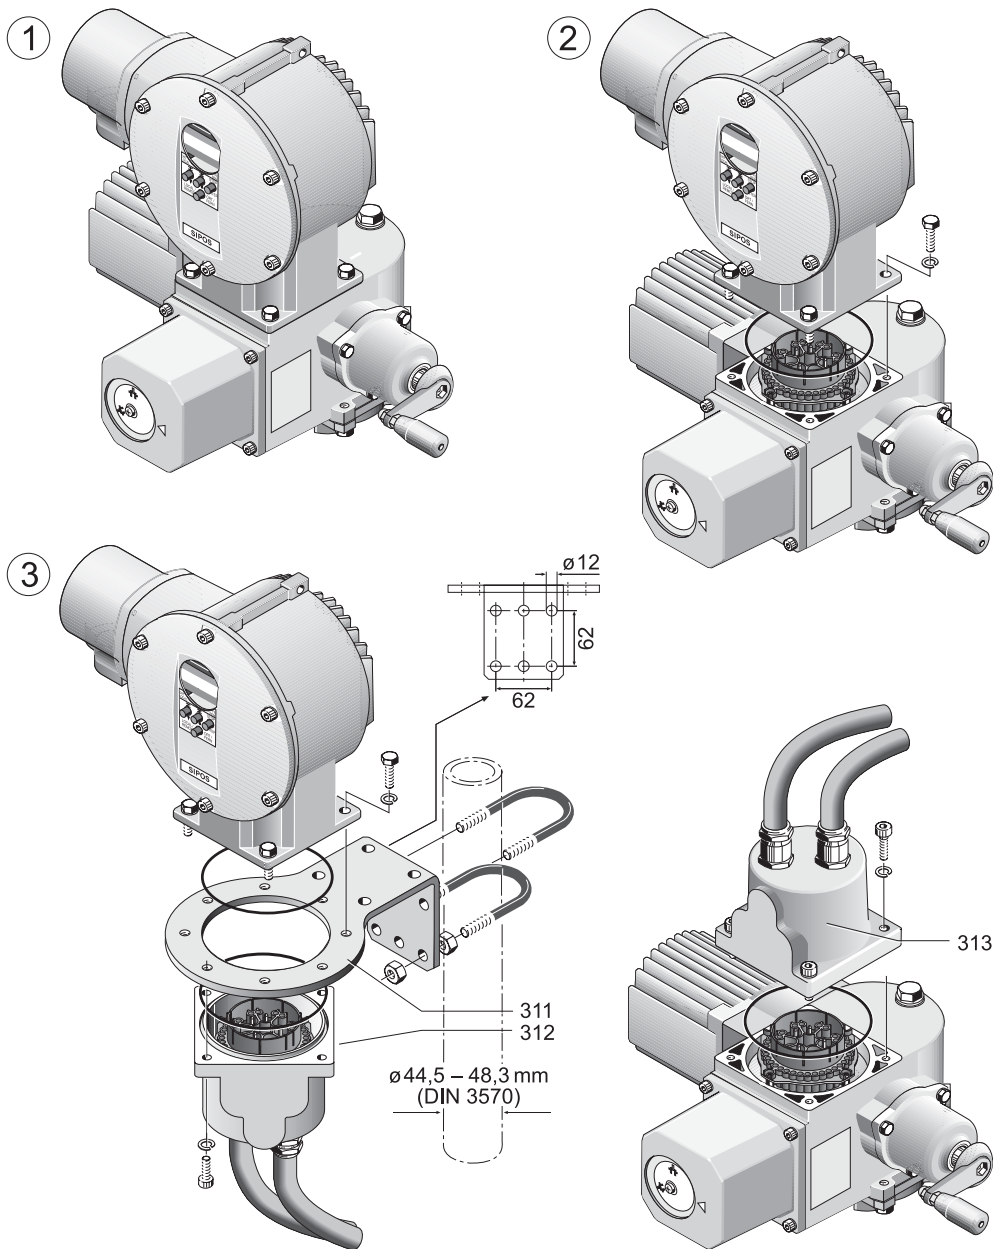

图 4：分体安装
- 将安装支架（见 311 号部件，图 4）固定在将要安装控制单元的地方。